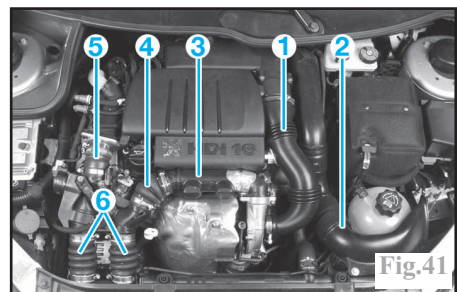

Fig.41
- la conduite d'entrée d'air du turbocompresseur (1) (Fig.41).